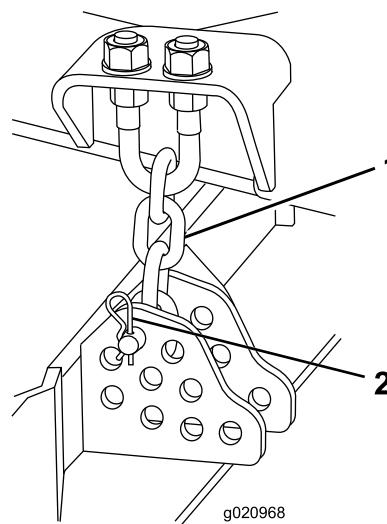

図 23
10. 刈高チェーンをカッティングユニット後部に固定しているヘアピンコッターとクレビスピシンを取り外す **図 23**。